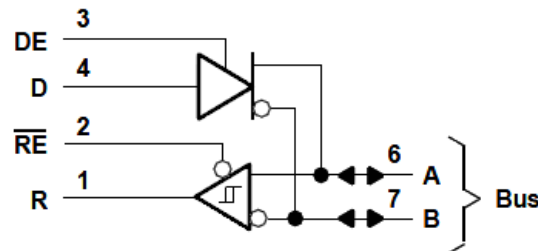

Figure 2. RS485(라인드라이버) 구동 진리 표
- 아래 <Figure 2>에서 구동 진리 표를 토대로 4번 핀의 D는 <Table 1>에서의 TX핀과 연결이 되어 있다.
- <Figure 2>에서 1번 핀의 R은 <Table 1>에서의 RX핀과 연결이 되어 있으며, <Figure 2>에서 2,3번 핀의 DE/RE는 <Table 1>에서의 485\_EN핀과 연결이 되어 있다.